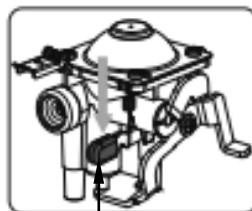

Fig. 3
- presione hacia abajo la palanca de reinicio **A** con una boquilla de goma roja (fig. 3);
- coloque la palanca de bloqueo de cartucho de gas (15) en posición **Aus/Off** (14);
- inserte un cartucho nuevo en el compartimiento para el cartucho de gas (6).